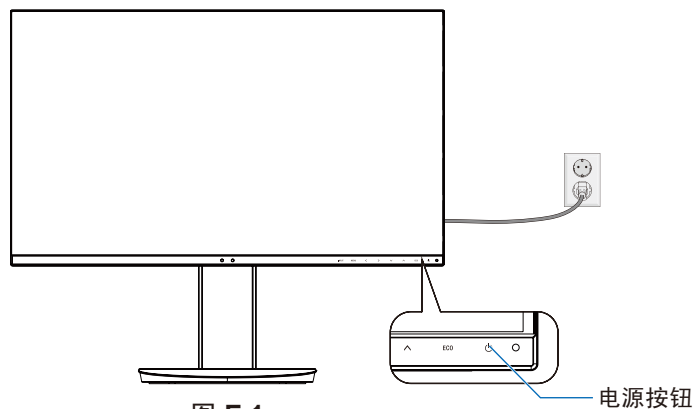

图 E.1
8. 打开计算机并通过触按前边框上的电源键打开显示器 (图 E.1)。